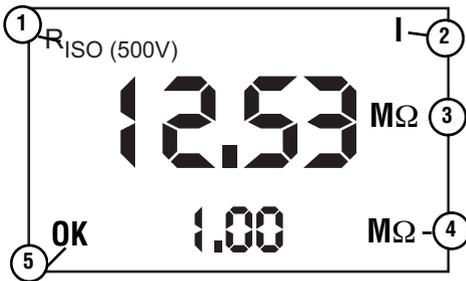

Bild 7.7: Beispiel für einen gespeicherten Messwert (Isolationswiderstand)
- ▶ Zur Bestätigung der gewünschten Menüfunktion drücken Sie die Taste "AUSWAHL" (11).
- ▶ Nun wird der letzte abgespeicherte Messwert angezeigt. Mit den Pfeiltasten (6 oder 7) können weitere abgespeicherte Messwerte angezeigt werden, d.h. damit kann im Messwertspeicher auf - bzw. abgeblättert werden. Beispiel siehe Bild 7.7.
- ▶ Nun wird der letzte abgespeicherte Messwert angezeigt, Beispiel siehe Bild 7.7. Mit der Taste "START/STOP" (9) kann der angezeigte Messwert gelöscht werden.